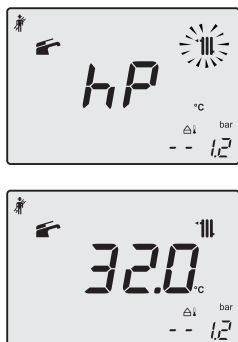

Figura 9.23
- Premendo il tasto 24 (Figura 9.20) è possibile variare la potenza in modalità spazzacamino: con visualizzazione sul display LCD delle lettere **hP** che si alternano con il valore di temperatura dell'acqua di riscaldamento (es. **32**), siamo in "funzione spazzacamino" alla potenza minima in riscaldamento (Figura 9.23).